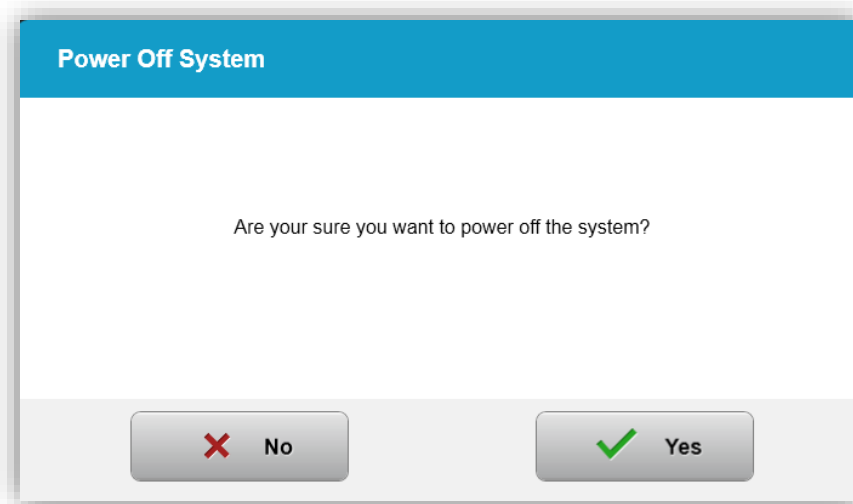

Figura 3-49. Confirme o 'desligamento'
- Conforme o desligamento do sistema selecionando 'Sim', conforme mostrado na Figura 3-49.